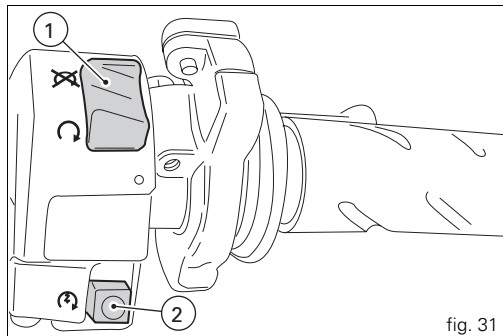

fig. 31
- 2) S'assurer que le commutateur d'arrêt (1, fig. 31) se trouve sur la position  (RUN), puis appuyer sur le bouton de démarrage (2, fig. 31).